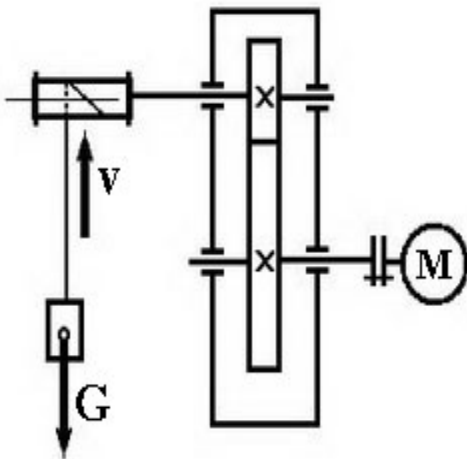

Рис. 1
3. Лебедка состоит из цилиндрической передачи и барабана (Рис. 1), к которому посредством троса прикреплен груз $G = 1000 \text{ Н}$. Определить требуемую мощность P_m электродвигателя лебедки, если скорость подъема груза должна составлять $v = 4 \text{ м/сек}$. КПД барабана лебедки $\eta_b = 0,9$, КПД цилиндрической передачи $\eta_{ц} = 0,98$